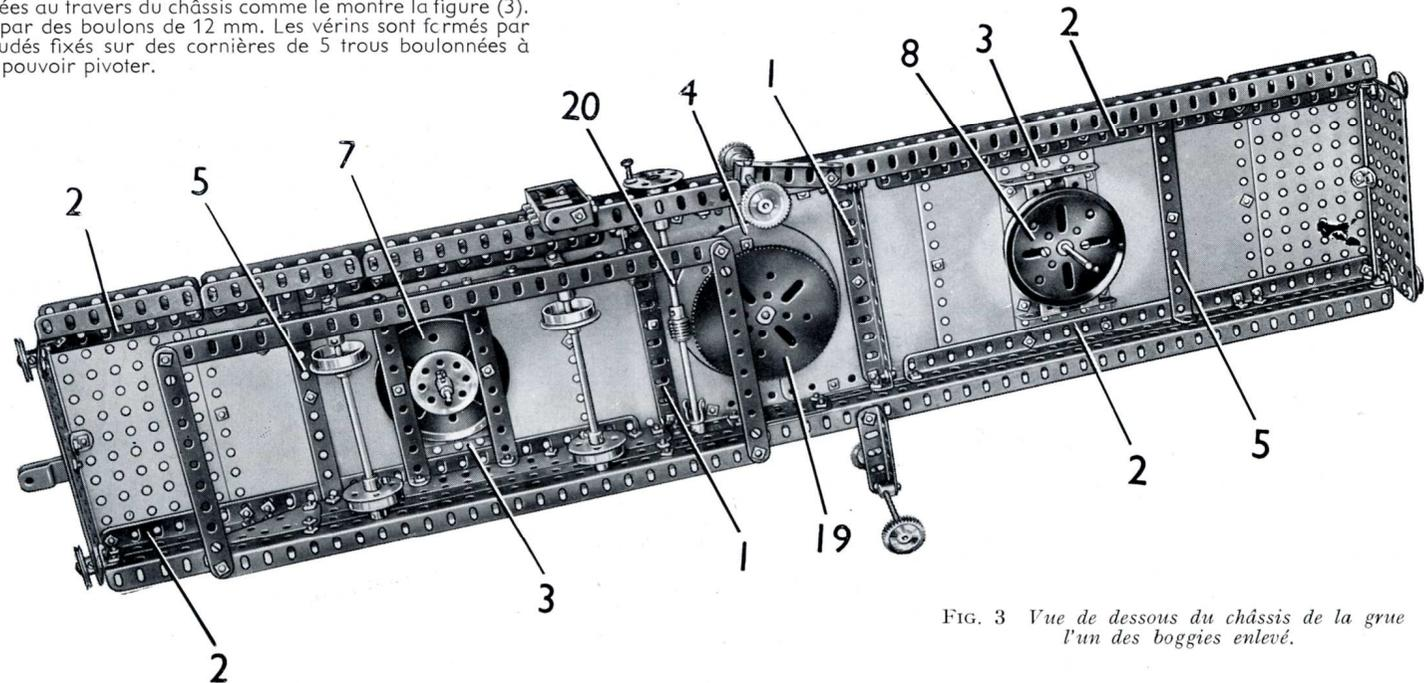

FIG. 3 Vue de dessous du châssis de la grue l'un des boggies enlevé.
Le châssis du wagon-grue (Fig. 3)
Une plaque circulaire de 15 cm. est fixée au centre du châssis par quatre boulons de 9,5 mm., mais en est tenue écartée par quatre rondelles placées sur chaque boulon. Une tringle de 9 cm. passe dans les bandes (18) et est fixée dans le moyeu de la roue barillet boulonnée sur la plaque circulaire. La tringle passe au travers de la roue barillet fixée sur le flasque circulaire, et au travers du centre de la plaque circulaire de 15 cm. fixée sur le châssis. Une roue de 133 dents (19) (fig. 3) est fixée sur la tringle, mais est tenue écartée du châssis par 4 disques de 19 mm. et une bague d'arrêt.
La cabine tourne sur le roulement à galets, grâce à une roue barillet fixée sur une tringle de 16,5 cm. (20) (fig. 3). Cette tringle est tenue par une bague d'arrêt et une petite chape d'articulation et elle porte une vis sans fin qui entraîne la roue de 133 dents (19).